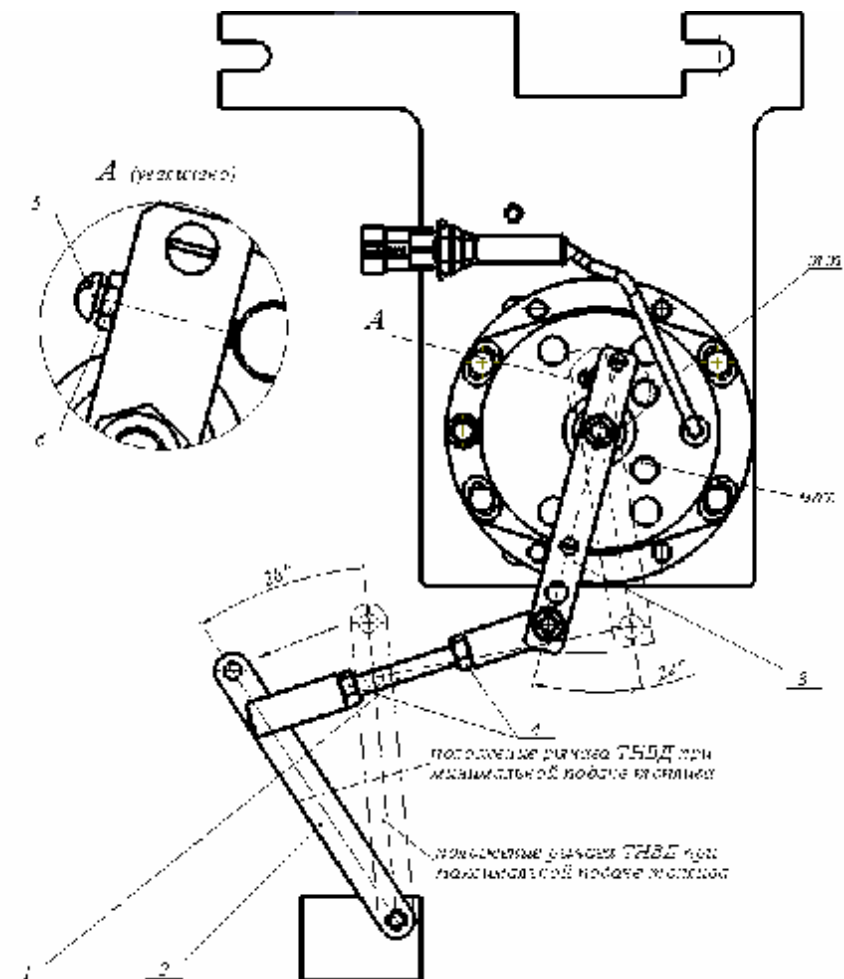

Рисунок 1.2 – Схема регулировки актуатора АП-01
Схема регулировки показана на рис. 1.2. Порядок действий при выполнении регулировочных работ:
1. Соединить сферический шарнир тяги 1 со вторым отверстием на рычаге ТНВД 2 (см. рис. 1.2).
2. Переместить рычаг ТНВД 2 по часовой стрелке до упора (штрихпунктирное положение рычага ТНВД при максимальной подаче топлива), а рычаг актуатора АП-01 3 против часовой стрелки до упора *max*. (см.рис. 1.2 штрихпунктирное положение рычага АП-01).
4. Переместить рычаг ТНВД 2 против часовой стрелки до упора, соответствующего минимальной подаче топлива (на рис. 1.2 сплошные линии). В этом положении отрегулировать глубину ввинчивания винта 5 рычага АП-01 так, чтобы конец винта упирался в упор *min* актуатора.